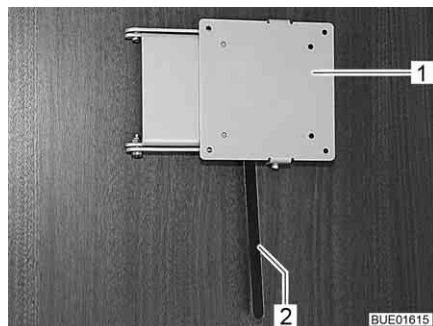

Bild 66 Halterung mit Entriegelungshebel
- Den Entriegelungshebel (Bild 66,2) zur Seite drücken und die Halterung (Bild 66,1) mit dem Flachbildschirm in die gewünschte Position drehen.
- Flachbildschirm zurückdrehen, bis die Halterung (Bild 66,1) in die Verriegelung einrastet.